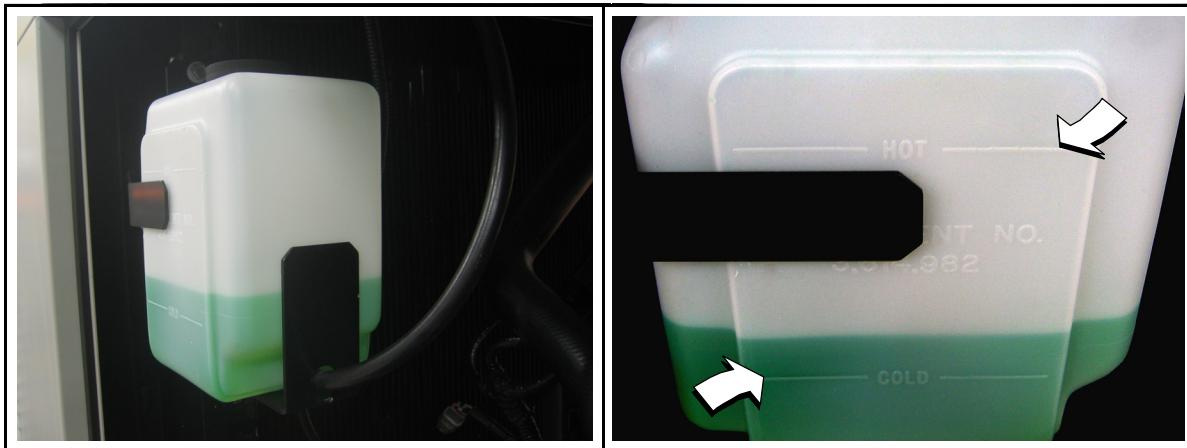

Figura 5-6. Depósito de rebose de refrigerante
- Verifique que el nivel de refrigerante esté entre las marcas HOT (caliente) y COLD (frío) del depósito de rebose. Vea la Figura 5-6.